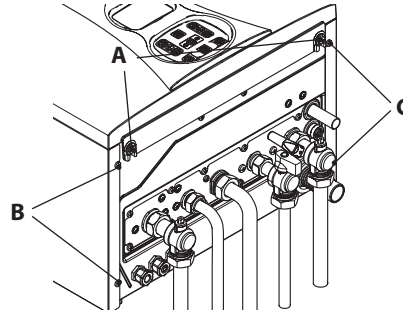
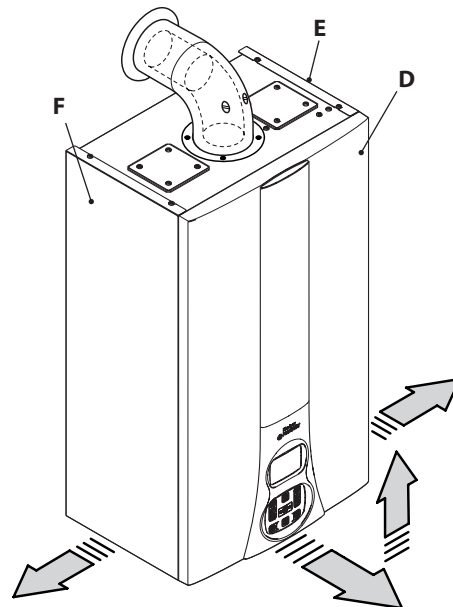

Figura 9.6
Figura 9.7
- Desenrosque los tornillos A y desmonte el panel frontal D tirando de él hacia usted y luego levantándolo para liberarlo de los alojamientos superiores (Figura 9.6 y Figura 9.7).
Afloje los tornillos B y C de la Figura 9.6 y desmonte los dos paneles laterales E y F tirando de ellos hacia afuera.
- Sujete el panel frontal D con los tornillos A previstos (Figura 9.6).